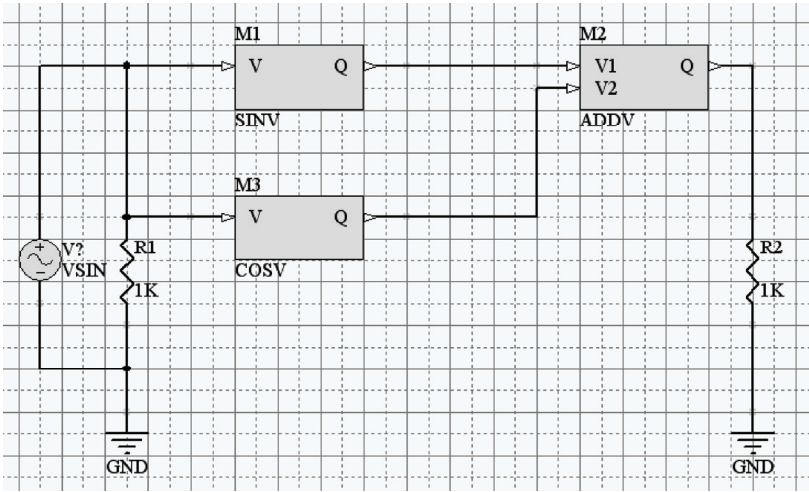

图 10-25 放置正弦电压源激励
(7) 打开集成库 “Simulation Symbols.Lib”，找到正弦电压源 “VSIN”，放置在仿真原理图中，并进行接地连接，如图 10-25 所示。